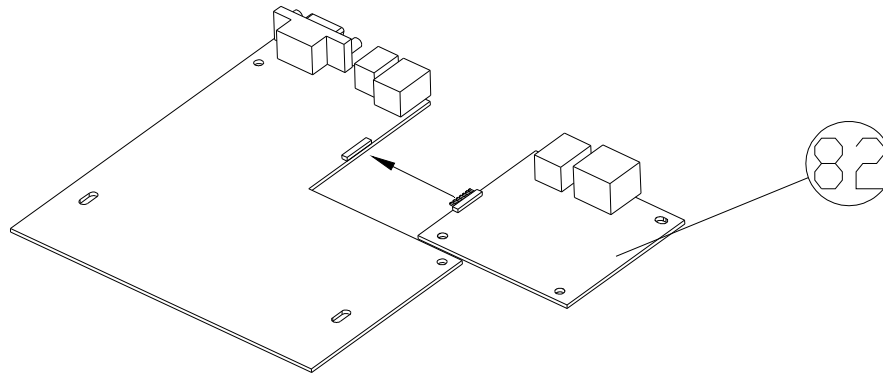

Figura 10.3.4
- Extraiga la tarjeta de Ethernet (82) de la placa principal, y a continuación inserte la nueva tarjeta de Ethernet (82) en la placa principal tal como se muestra en la Figura 10.3.4.